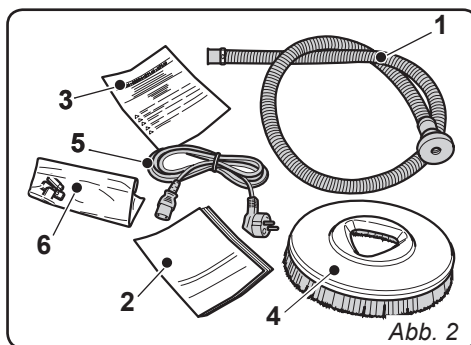

Abb. 2
2.1.a - Maschinenzubehör (Abb. 2)